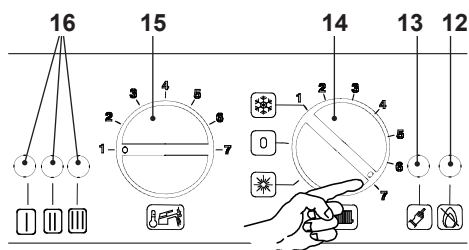

рисунок 5.23
- Сигнальные лампочки 16 (рисунок 5.23) будут иметь вид, как на рисунке 5.24 (условные обозначения лампочек, рисунок 5.12).
Для показа заданной настройки держите в нажатом положении кнопку сброса 13 (рисунок 5.23), примерно, 5 секунд. Сигнальные лампочки 16 (рисунок 5.23) будут мигать столько раз, сколько было установлено (рисунок 5.25).
- Для изменения настройки поверните ручку регулировки температуры санитарного оборудования 15 (рисунок 5.23) и поставьте её на выбранную частоту включения (рисунок 5.25) (на рисунке примера ручка была настроена на частоту включения каждые 2 дня), сигнальная лампочка блокировки 12 (рисунок 5.23) начнёт быстро мигать.
- Для внесения в память настройки держите в нажатом состоянии кнопку сброса 13 (рисунок 5.23), примерно, 5 секунд, все сигнальные лампочки 16 (рисунок 5.23) начнут одновременно мигать, как показано на рисунке 5.26 (условные обозначения лампочек, рисунок 5.12).